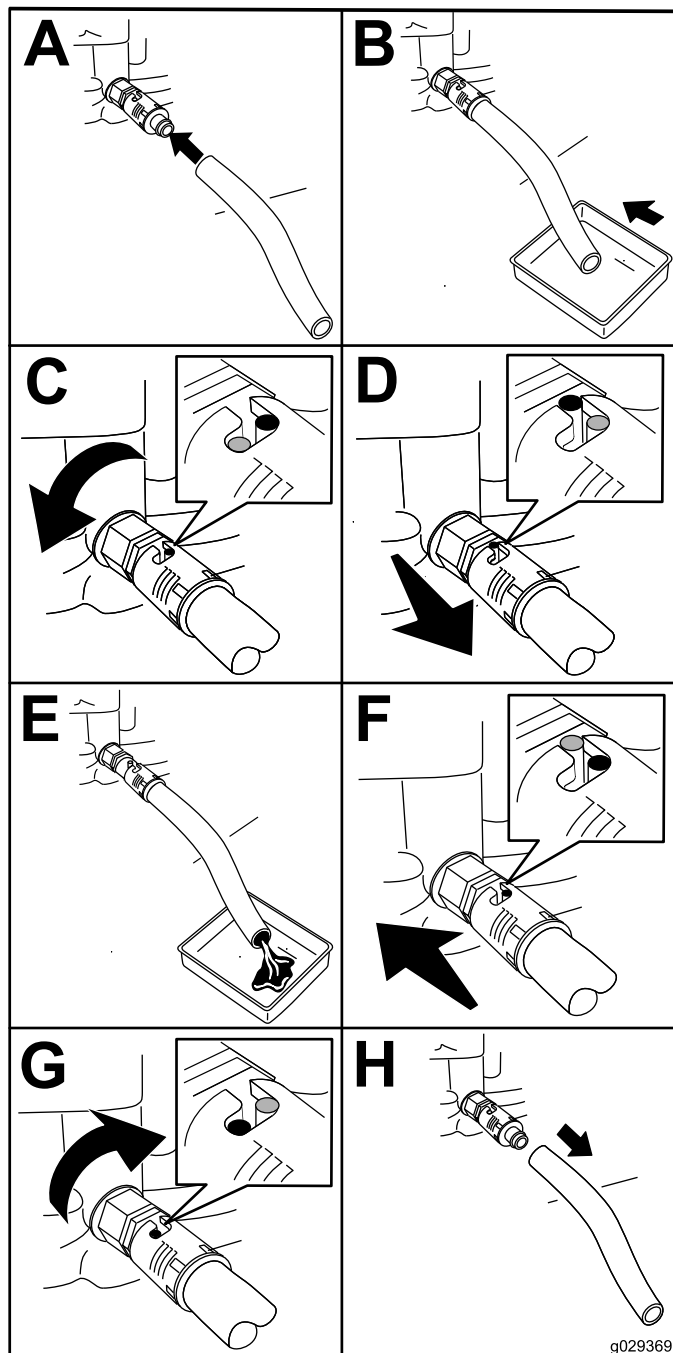

Figura 20
2. Drene o óleo do motor (Figura 20).